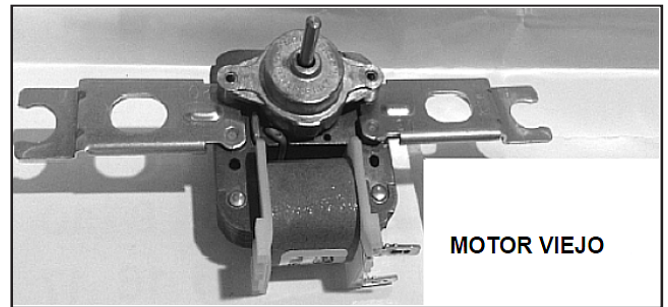

Figura 7
9. Vuelva a instalar los tornillos del portacojinete. Vea la *Figura 7*.